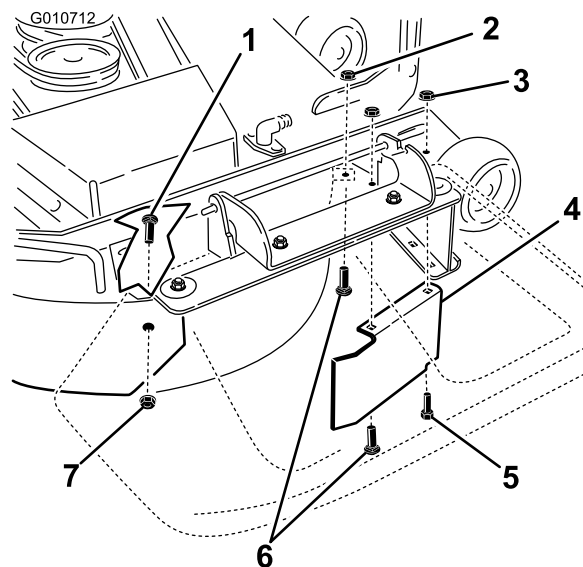

Figura 37
9. Retire el perno de cuello cuadrado (5/16 x 3/4 pulgada) y la contratuerca (5/16 pulgada), situados en la pared trasera de la carcasa de corte, que sujetan el deflector a la carcasa (Figura 37).
10. Localice el protector del deflector en el borde delantero del orificio de descarga lateral. Retire los fijaciones que sujetan el protector del deflector y el deflector derecho a la carcasa de corte, según se muestra en Figura 37. Retire el protector del deflector y guarde todos los herrajes.
13. Instale las fijaciones retirados anteriormente en los taladros delanteros de la placa de descarga y en el taladro delantero de la carcasa (Figura 37).